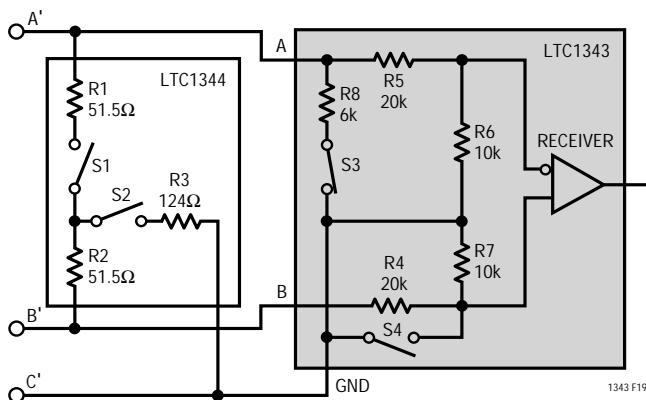

図19. V.28レシーバ構成
V.28モードでは図19に示すとおり、LTC1343内のS3を除くすべてのスイッチがオフになり、6kΩ(R5)インピーダンスを20kΩ(R5)+10kΩ(R6)と並列にしてグランドに接続し、5kの合成インピーダンスを実現しています。非反転入力はLTC1343レシーバ内で切断され、1.4Vレシーバ・トリップ・ポイントに対するTTLレベルのリファレンス電圧に接続されます。